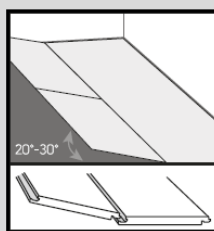

Fig. 3
4. Začnite druhý rad kliknutím pera do drážky, pričom doska drží uhol (približne 30 °), potom dosku pevne zatlačte do drážky prvého radu. Nasadte ďalšiu dosku kliknutím na pero a drážku k sebe pozdĺž krátkeho okraja. Uvoľnite pero a drážku spolu na dlhej strane naklonením dosiek k sebe. (Fig. 3)